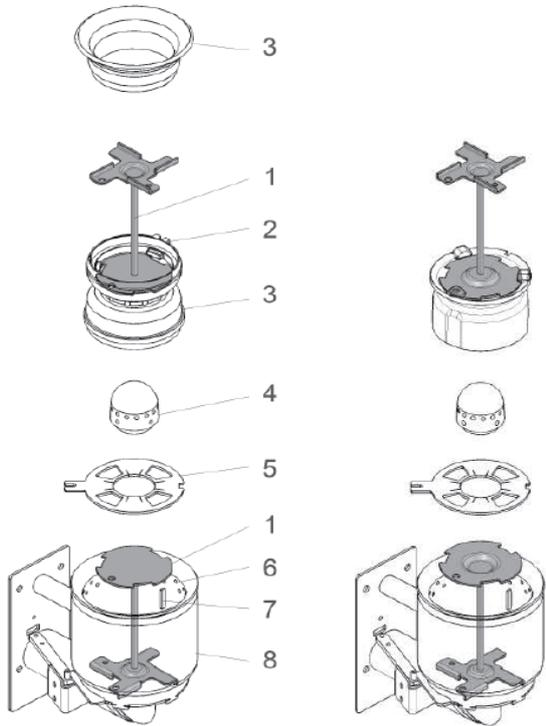

Fig. 126 BioWIN 100/150
- Inserire la griglia (5), accertandosi che il foro di aggancio della griglia (5) permetta l'aggancio all'asta di azionamento e che il perno di aggancio sia saldamente posizionato sul fondo della griglia (Fig. 126, 128).